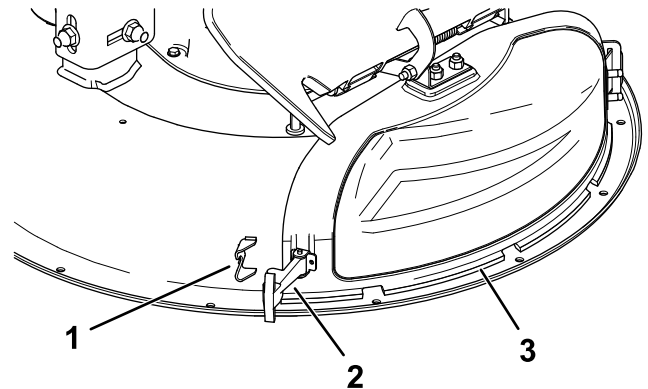

Figura 12
3. Liberare il dispositivo di chiusura flessibile dal relativo fermo sul coperchio dello scarico e aprite il coperchio dello scarico verso destra (Figura 12).
6. Fissate il coperchio dello scarico al piatto di taglio agganciando il dispositivo di chiusura flessibile, presente sul coperchio dello scarico, all'apposito fermo sul piatto (**Figura 12**).